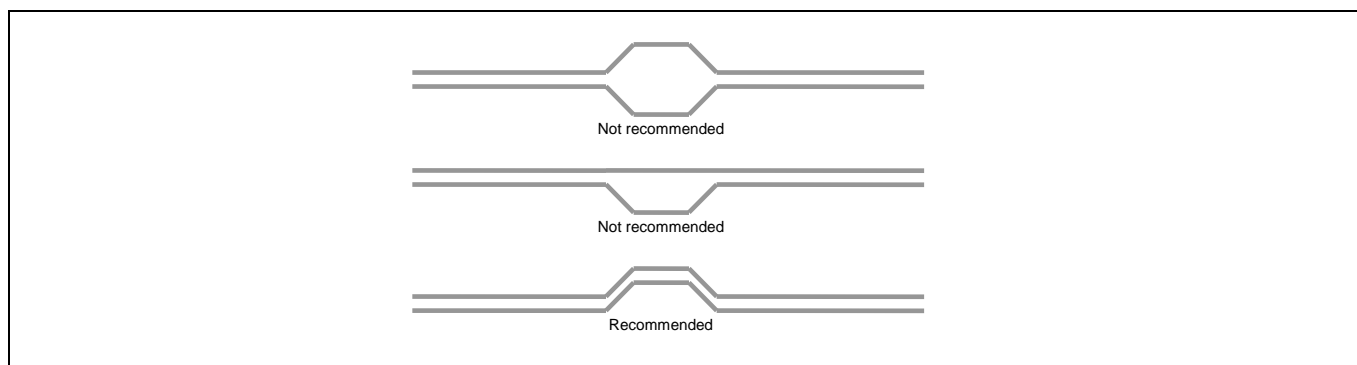

**Figure 16** SuperSpeed TX の AC カップリング コンデンサ レイアウト
- AC カップリングコンデンサは、超高速信号での反射を減らすために、すぐ近くのソリッド GND 層にこれらのコンデンサの形状の切り欠きを持たせる必要があります。ソリッド GND レイヤーのすぐ近くにあるレイヤーにグラウンドリファレンスを提供する必要があります。Figure 16 に、デカップリングキャップの適切なレイアウトを示します。Figure 17 に、AC コンデンサ/ESD カットアウトを示します。AC コンデンサは、FX3 デバイスに到達するケーブルノイズを回避するのに役立つホストとデバイスの実装のためにのみ、USB コネクタの近くに配置する必要があります。FX3 が HUB または他